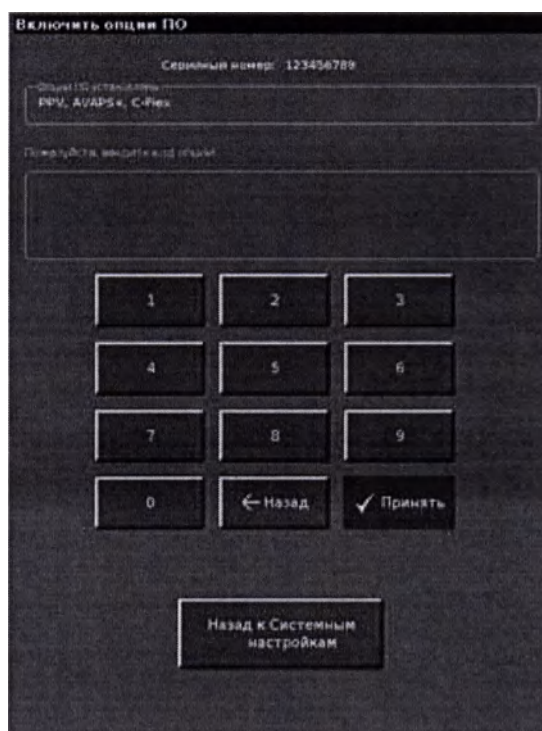

Рисунок E-8: Окно Включить опции ПО
- 1 В окне **Системные параметры** выберите пункт **Опции ПО**, откроется окно **Включить опции ПО** (рис. E-8).